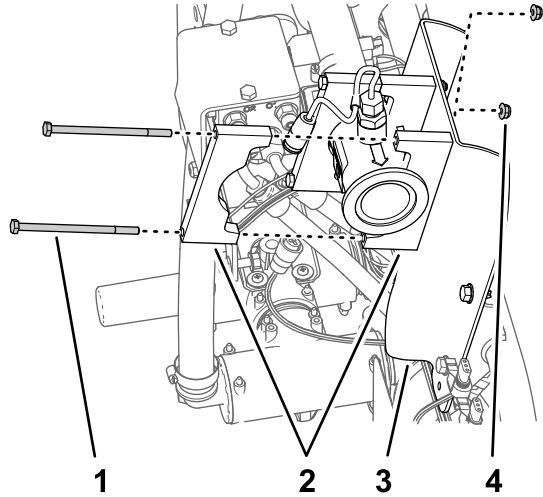

図 75
3. フローメータとフローメータブラケットとの間にサポートクランプ2個を入れ、ブラケットの穴に合わせる **図 75**。
4. フローメータの裏側部分で、サポートクランプハーフを、ステップ3 **図 75** で組み付けたクランプハーフに合わせる。
5. クランプハーフ2個で1組をフローメータのブラケットに固定する **図 75** ボルト ¼ x 4½" 2本とフランジロックナット ¼" 2個を使用する。